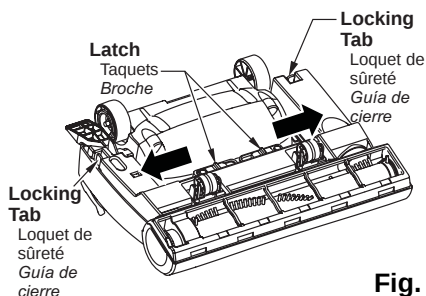

Fig. 3
- Rotate lower plate until locking tabs snap into place then push the two (2) latches outward. (Fig. 3)
- Tourner la plaque inférieure jusqu'à ce que les loquets s'enclenchent, puis pousser les deux (2) taquets vers l'extérieur (Fig. 3).
- *Apriete la placa inferior hasta que las lengüetas de cierre estén bien instaladas y luego empuje hacia afuera los dos (2) pestillos (Fig 3).*